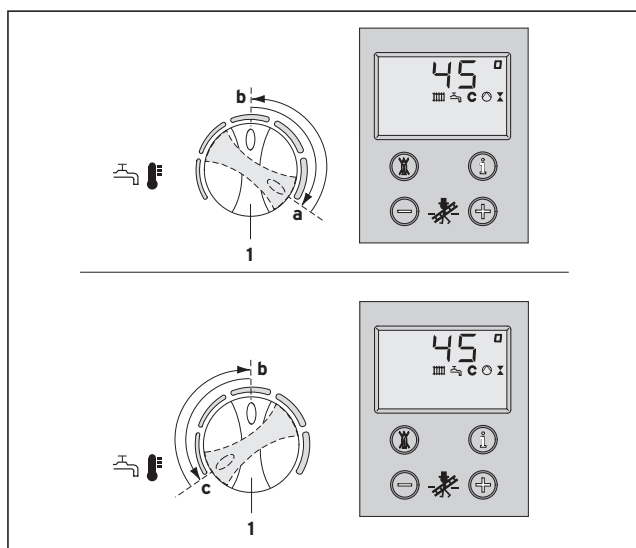

Fig. 3.7 Conectarea și deconectarea sistemului Aqua-Comfort
La o duritate a apei mai mare de 3,57 mol/m³ (20 °dh), puneți comutatorul (3) maxim în poziția centrală (fig. 3.7).
3.3.2 Conectarea și deconectarea sistemului Aqua-Comfort plus (fig. 3.7)